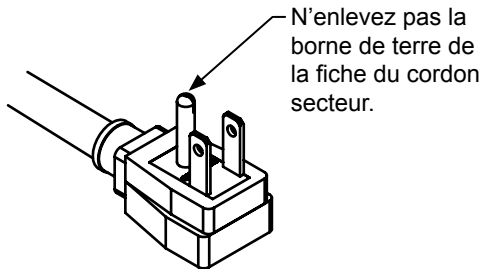

Figure 3
- N'enlevez pas la borne de terre de la fiche du cordon secteur. (Voyez la Figure 3).